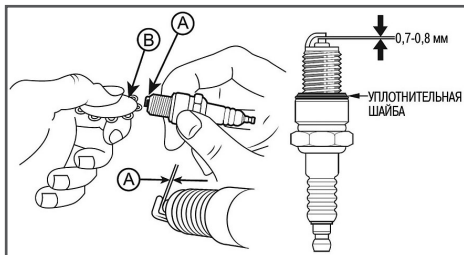

Рис. 21 Зазор между электродами свечи зажигания
4. Измерьте зазор А между электродами свечи зажигания специальным щупом В (Рис. 21). Зазор должен быть
0,7-0,8 мм (Рис. 21). При увеличении или уменьшении требуемого зазора, рекомендуется заменить свечу, так как регулировка зазора может привести к изменению качества искрообразования.